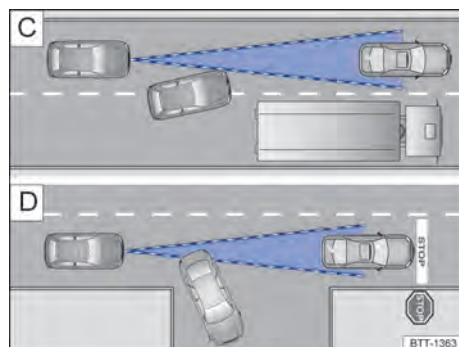

Fig. 93 (C) Mudança de faixa. (D) Veículo virando ou parado.
Por exemplo, se um veículo detectado pelo ACC virar ou mudar de faixa, e se houver um veículo parado à frente deste veículo, o ACC não reagirá ao veículo parado → Fig. 93 (D).
- Veículos que mudam para a faixa onde você se encontra com pouca distância do veículo → Fig. 93 (C).